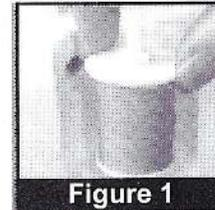

Figure 1
1. Coloque un carrete de hilo en el alfiler de carrete. (Figure 1) (Aségurese de que la aguja de la máquina no es enhebrada en este momento.)